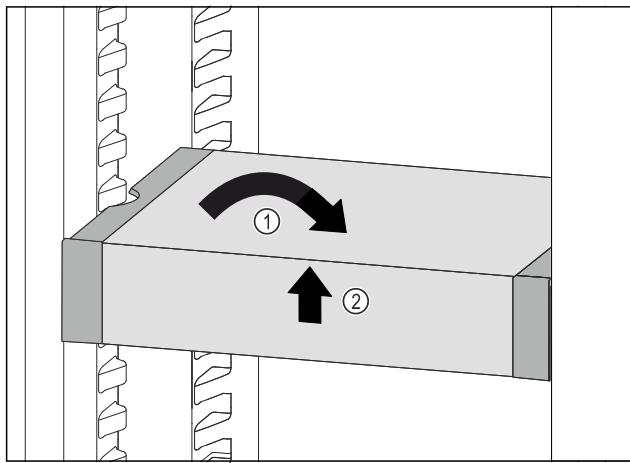

Fig. 74
- VarioSafe postavte rovno. Fig. 74 (1)
- VarioSafe nadvihnite vpred. Fig. 74 (2)